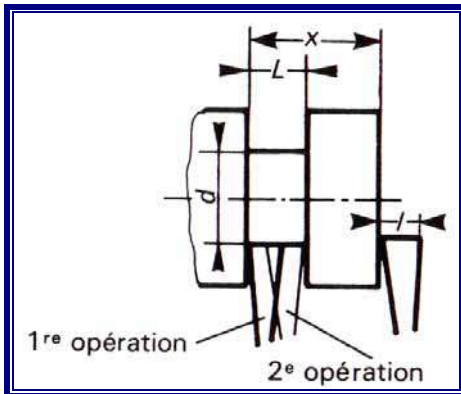

Figure 5
- Procéder aux mêmes réglages que ci-dessus pour obtenir  $x$  (fig. 5) 1re opération.
- Déplacer le chariot supérieur pour obtenir  $L$  (fig. 5) 2e opération.